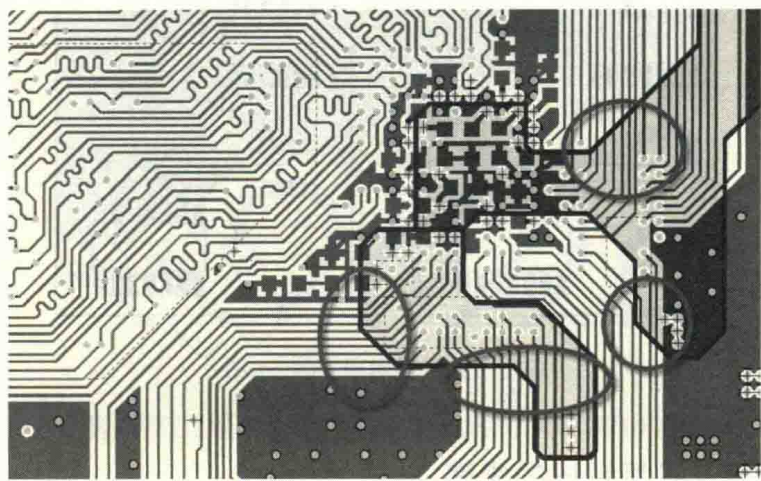

图 13-35 电源平面分割
(2) 平面分割需要充分考虑走线是否存在跨分割的现象，如果跨分割现象严重，会引起走线的阻抗突变，引入不必要的串扰。尽量使重要的走线包含在当前的电源平面中。如图 13-35 所示，圆圈标记的地方都是存在跨分割的走线，因为考虑到实际情况和成本需求，对一些不是